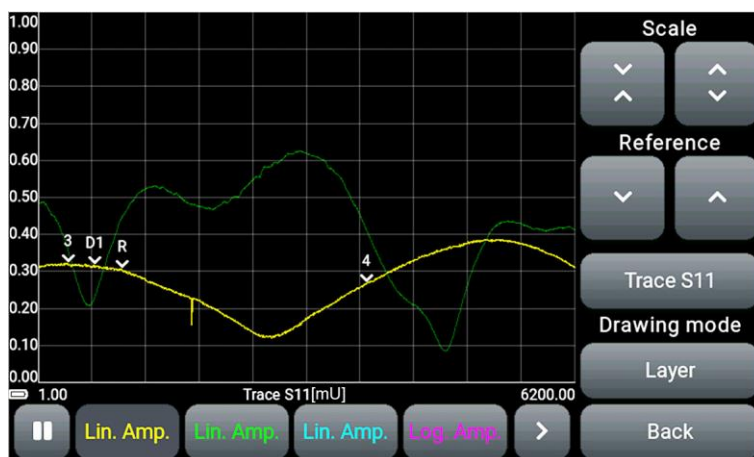

Рисунок 9.28 – Сравнение сохранённой трассы с реальным графиком
- Установкой графиков одного типа с включением разных источников данных (реальный график и сохранённая трасса) в режиме просмотра **Layer (Слой)** (Рисунок 9.28).